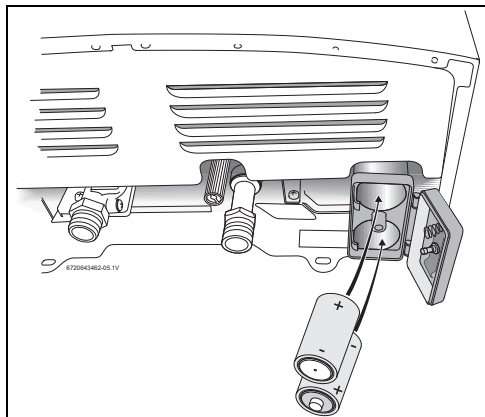

Fig. 16 Colocação das pilhas
- ▶ Introduzir corretamente as pilhas tipo D de 1.5 V (Fig. 16).